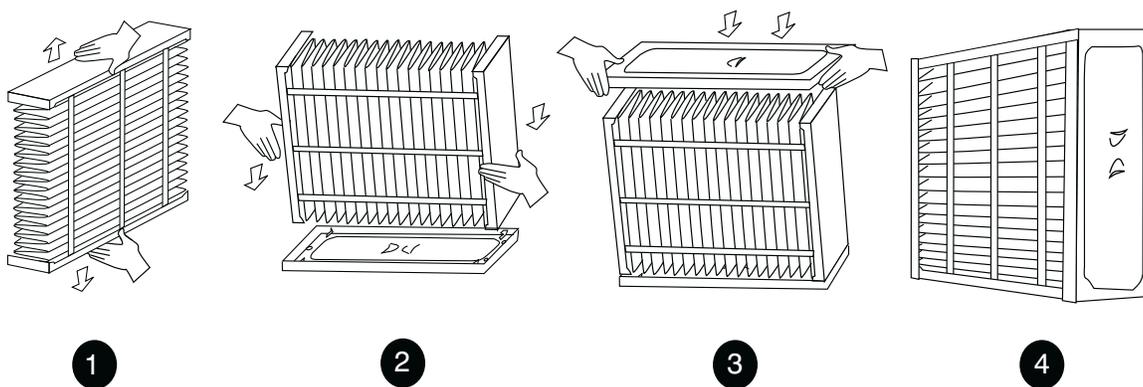

Figure 8 – Assemblage de filtre EZ-Flex
7. Retirez le filtre de la boîte, assemblez-le et placez-le dans le boîtier. Consultez la figure 8.
4. Sortez le filtre neuf de la boîte et assemblez-le. Consultez la figure 8.